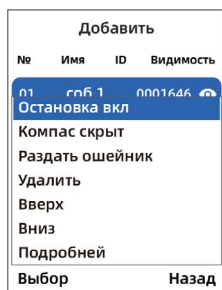

рис. 27
- выберите необходимый ошейник в открывшемся интерфейсе, затем пункт «Остановка Вкл./Выкл.» и нажмите кнопку «Подтверждение» **OK** (рис. 27);